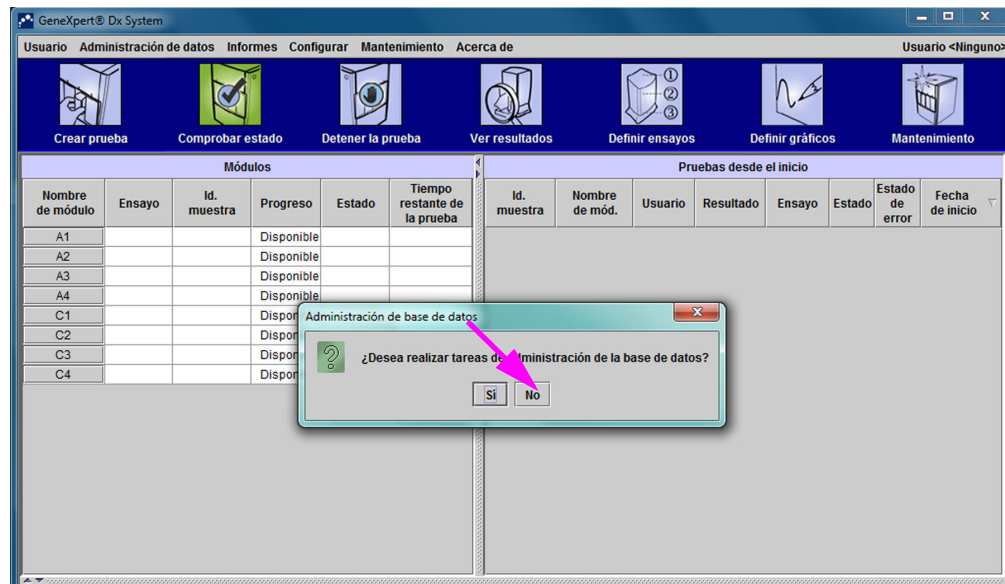

Figura 2-64. Ventana GeneXpert Dx System con el cuadro de diálogo superpuesto Administración de base de datos
1. En el cuadro de diálogo Asignar letra de instrumento, haga clic en **Aceptar** para confirmar la asignación de letras de instrumento. Cuando se cierra el cuadro de diálogo Asignar letra de instrumento, aparece el cuadro de diálogo Administración de base de datos (consulte la figura 2-64).